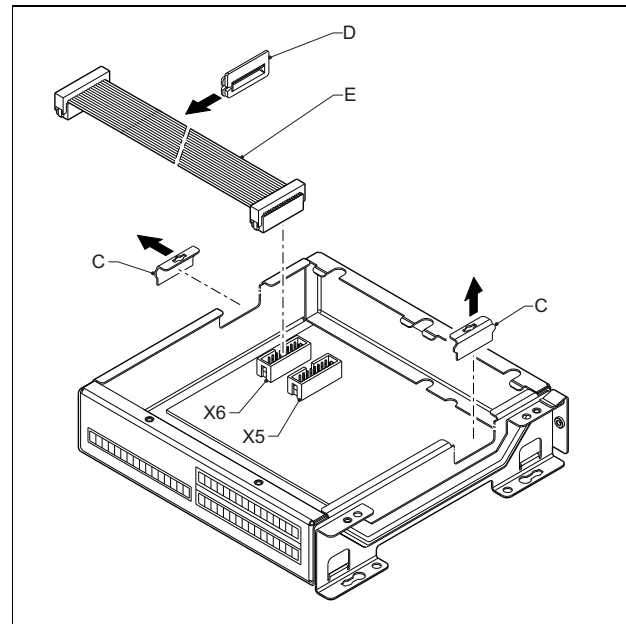
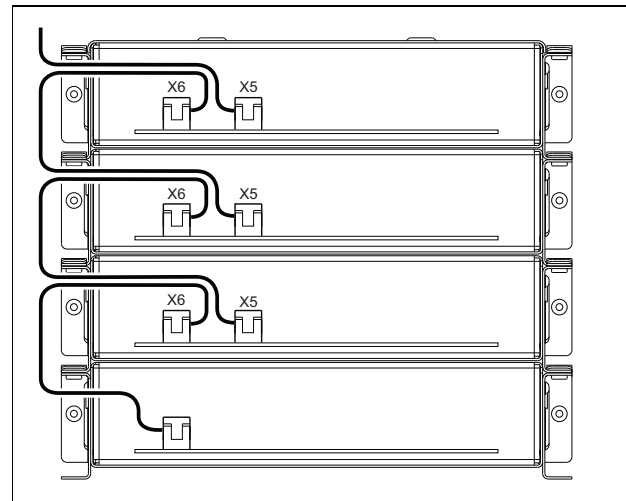
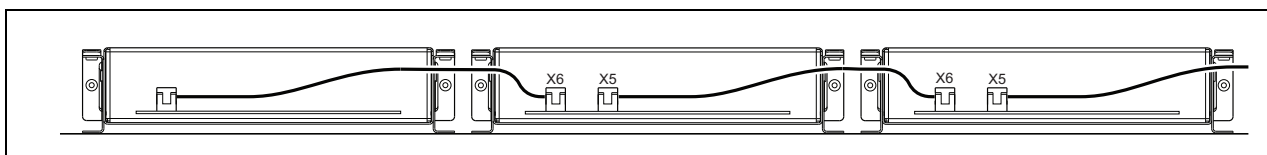

abbildung 20.9: Entfernen der Sollbruchstelle
abbildung 20.10: Führen des Flachbandkabels (gestapelte Module)
abbildung 20.12: Führung des Flachbandkabels (Module nebeneinander)
- 2 Entfernen Sie die Kabeleintritt-Sollbuchstellen (C) für die Durchführungshülsen in den Modulen (siehe abbildung 20.9). Dies hängt davon ab, wie Sie die Module positionieren möchten (gestapelt, siehe abbildung 20.10, oder nebeneinander, siehe abbildung 20.12).
- 3 Setzen Sie die Durchführungshülse (D) auf die Flachbandkabel (E).
- 5 Führen Sie das Flachbandkabel zum anderen Modul (siehe abbildung 20.10 oder abbildung 20.12) und setzen Sie die Durchführungshülse in das Loch der Sollbruchstelle ein.
Falls die Module nicht gestapelt sondern nebeneinander montiert werden, setzen Sie die oberen Abdeckungen wieder auf alle Module (siehe abbildung 20.12).